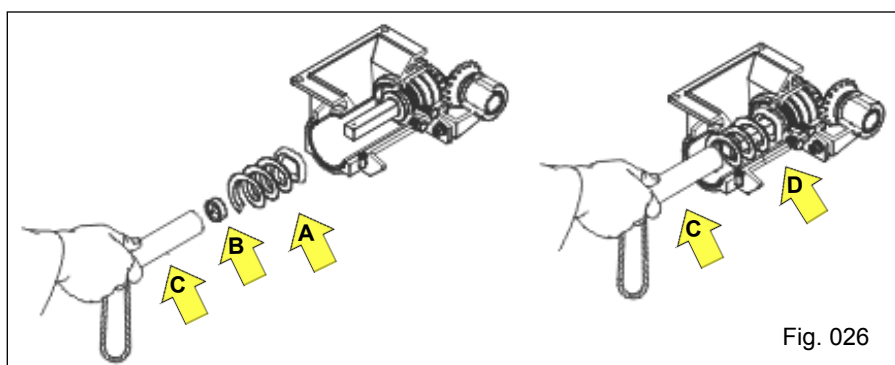

Fig. 026
- Após a limpeza ou substituição, coloque a rosca sem fim "A", juntamente com o anel trava "B", através do tubo fixador "C", observando que a rosca sem fim e o anel trava fique bem posicionados na base do eixo acionador "D" (Fig. 026).